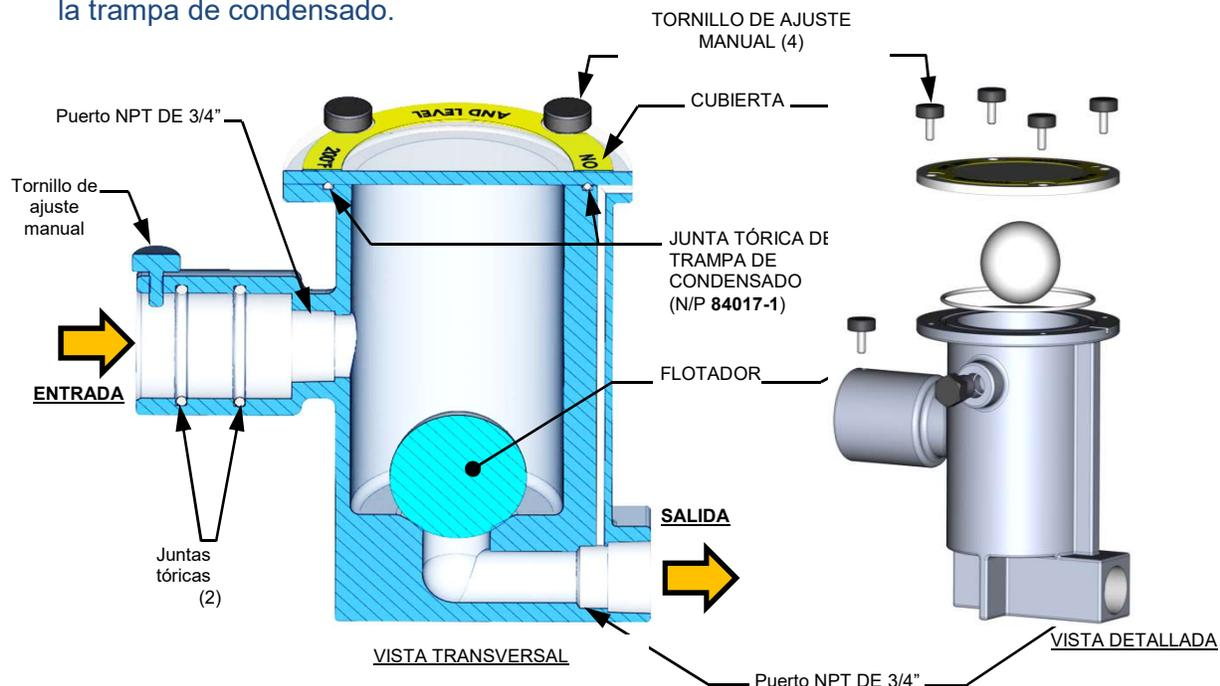

Figura 4-10: Trampa externa de condensado. Vista transversal y detallada
1. Desconecte la trampa externa del condensado aflojando y retirando las conexiones de los extremos de entrada y salida de la trampa de condensado (ver Figura 4-10).
2. Afloje los cuatro (4) tornillos de ajuste manual que fijan la cubierta de la trampa, retire la cubierta y la junta tórica debajo de la cubierta.